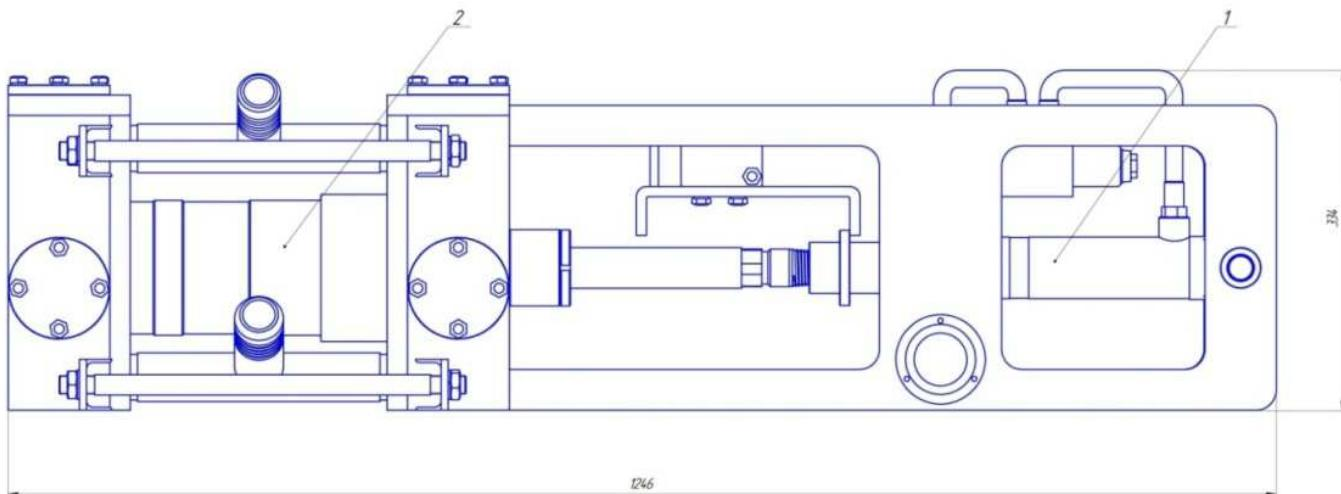

Рис.1 Общий вид насоса НБ 200/80С.00.00.
2.4.2 Гидравлическая часть поз.2 (рис.1) предназначена для создания давления жидкости перемещающимся поршнем и нагнетанием ее в скважину.